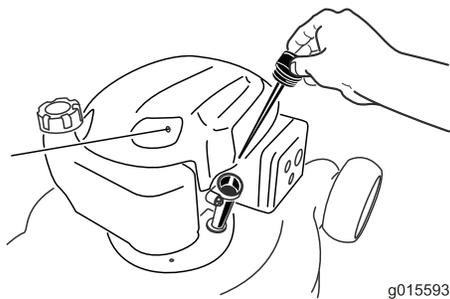

Figura 8
2. Retire la varilla, límpiela, y vuelva a colocarla en el tubo de llenado justo hasta que haga tope, **sin enroscarla** (Figura 8).